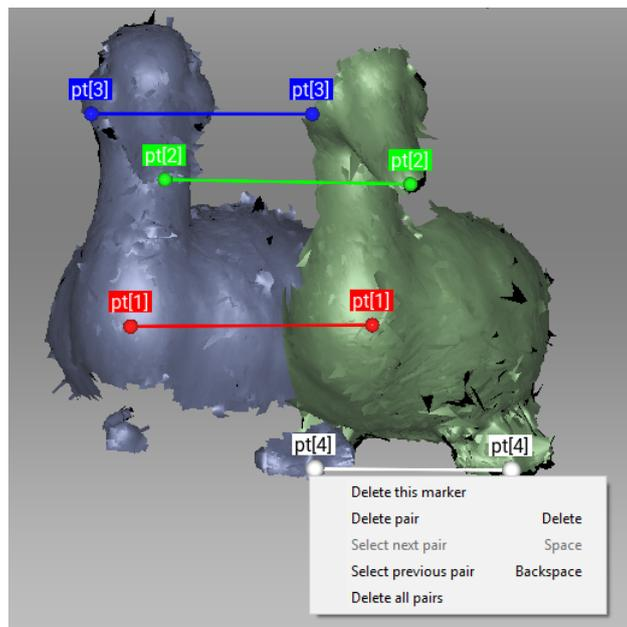
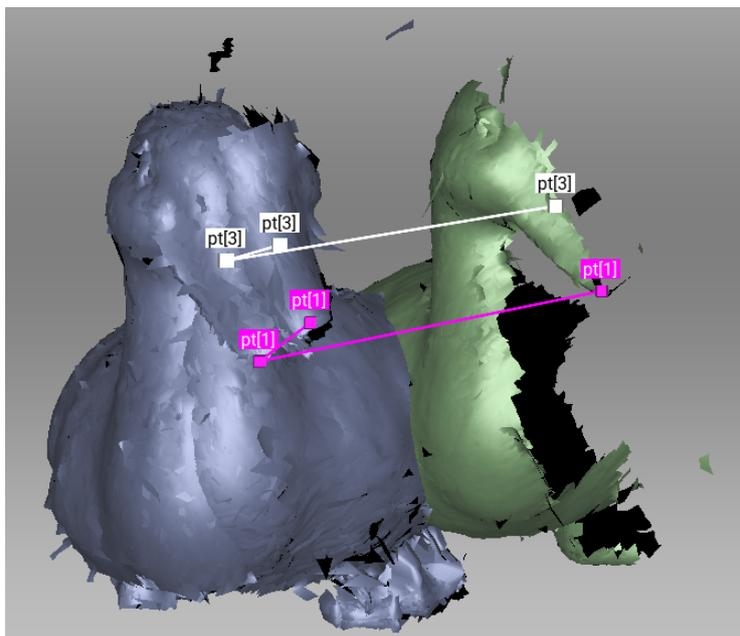

Рис. 9.15: Создание пары точек
Рис. 9.21: Перед совмещением: добавлено два набора точек
При расстановке точек в режимах *Жесткой* и *Нежесткой* сборки пары создаются автоматически: указав одну пару точек, вы можете сразу создавать следующую. В режиме *Сложная* создание набора требуется подтверждать нажатием клавиши Пробел или кнопки *Новый набор* на левой панели, так как набор может состоять из нескольких точек (см. Рис. 9.15 и Рис. 9.21).
3. Создайте несколько пар точек (Рис. 9.15), следуя рекомендациям из Особенности указания и редактирования точек.
3. Создайте один или несколько наборов точек на поверхности скана или сканов (Рис. 9.21), следуя рекомендациям, приведенным в подразделе *Особенности указания и редактирования точек*.